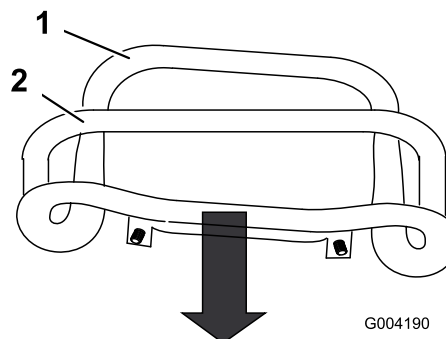

Figura 50
3. Tirate all'indietro il comando della trazione, spostandolo con un movimento rettilineo, in modo che la parte anteriore del comando venga a contatto con la barra di riferimento (Figura 50).